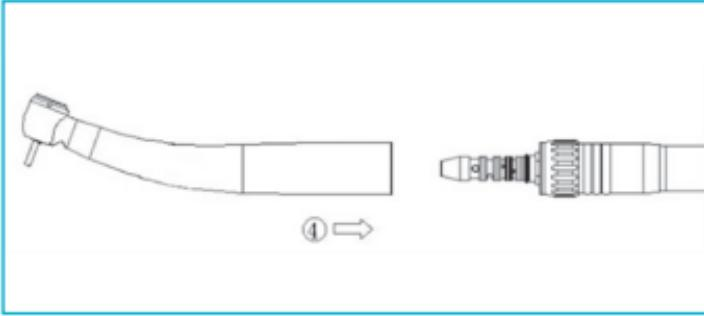

Fig. 6-5
- Die Turbine präzise ausgerichtet an die LED-Kupplung anschließen, sodass sie hörbar einrastet (Abb. 6-5④).